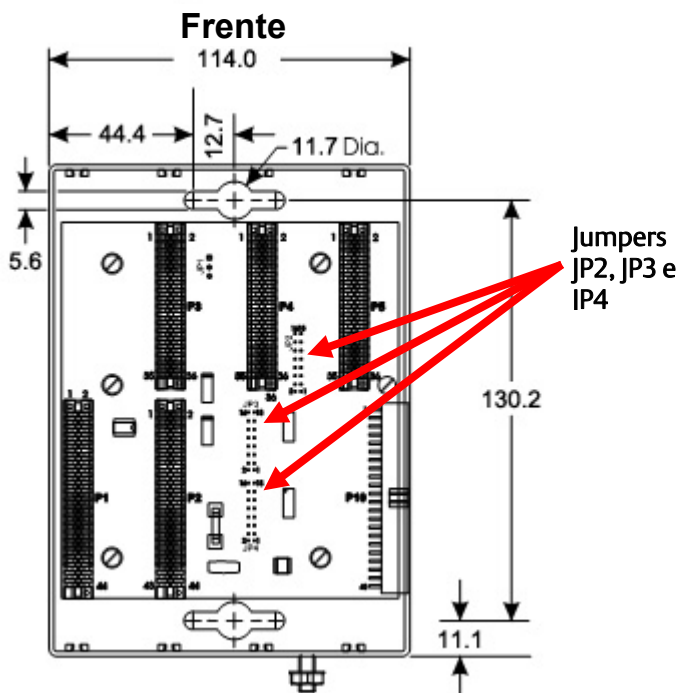

Figura 2. Dimensões do invólucro de base com 4 slots do ControlWave Micro (em milímetros)
- **Invólucro de base.** Posicione-o, como desejado, dentro da placa de montagem do invólucro e localize os furos de montagem da placa, usando o ControlWave Micro como modelo. Consulte a *Figura 2* para saber as dimensões. Perfure e cubra os orifícios dentro da placa de montagem. Coloque o ControlWave Micro sobre os orifícios cobertos e prenda-o à placa com quatro parafusos (não fornecidos). Aperte os parafusos com torque de aproximadamente 1,1 a 1,4 N-m.
**Nota:** Se você estiver prendendo um invólucro de expansão a um invólucro de base com 4 ou 8 slots, retire as três terminações de barramento (JP2, JP3 e JP4, mostradas dentro da *Figura 2*) do backplane do invólucro de base com 4 ou 8 slots.
Os invólucros de base têm um terminal de aterramento (consulte a *Figura 2*) que acomoda um fio de até 5,19 mm (4 AWG). Após instalar o invólucro de base e todos os invólucros de expansão e **antes** de instalar todos os módulos nos invólucros de base ou de expansão, você **deverá** passar um fio-terra entre o terminal de aterramento do invólucro de base e um bom ponto de ligação ao aterramento. Todos os pontos de ligação ao aterramento devem ter uma haste de aterramento ou uma impedância de rede de até 2,0 ohms, conforme medição feita por um